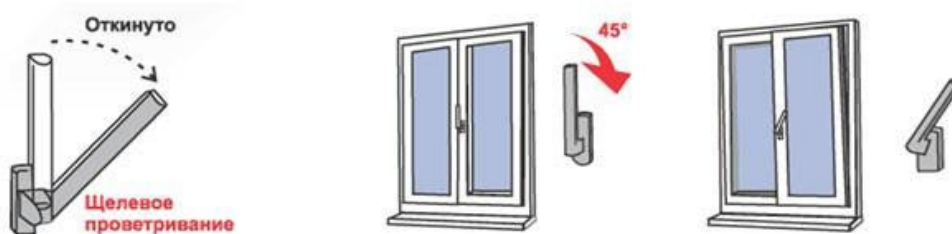

Рис.3
5. Для перевода створки в положение «**Проветривание**» ручку поворачивают из положения «Откинута» в положение «Проветривание» на 45 градусов (см. Рис. 3) При этом створка окна (после небольшого поворота относительно нижней горизонтальной оси) фиксируется, будучи неплотно прижатой к раме окна сверху. Зазор между рамой окна и створкой (в верхней части) в данном режиме может составлять от 5 до 10мм. и регулируется небольшим поворотом ручки (**щелевой режим**).